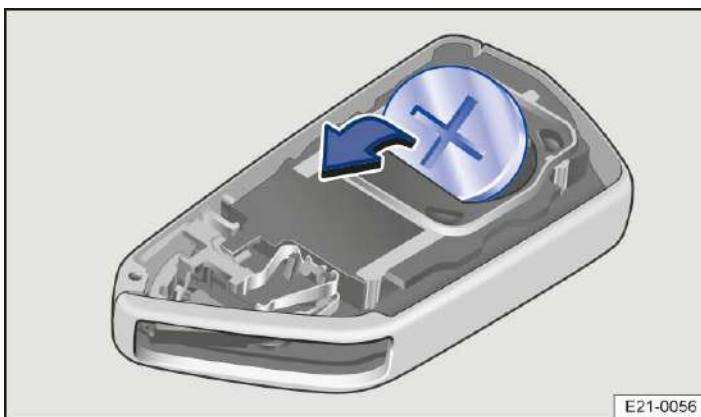

Abb. 3 Fahrzeugschlüssel: Knopfzelle wechseln.
3. Knopfzelle aus dem Fach nehmen → **Abb. 3**.